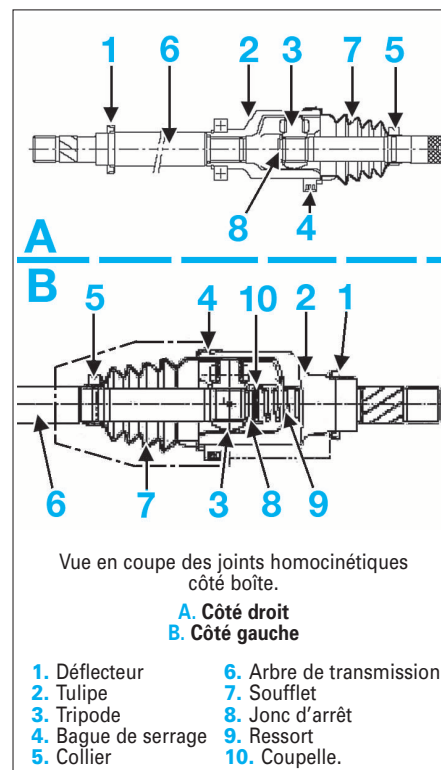

FIG. 13
- Couper les 2 colliers du soufflet, en prenant soin de ne pas endommager les gorges sur la tulipe et l'arbre (Fig.13).